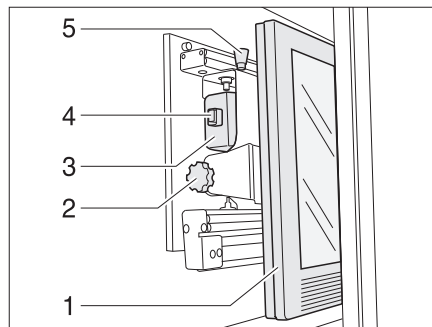

Fig. 103 Armario de TV
- Presionar el botón de desbloqueo (Fig. 103,5) y tirar el soporte para la pantalla plana hacia adelante hasta el tope agarrándolo del tirador (Fig. 103,4).
- Tirar del botón de desbloqueo (Fig. 103,1) y girar la pantalla plana (Fig. 103,2) a la posición deseada.
- Aflojar el tornillo moleteado (Fig. 103,3).